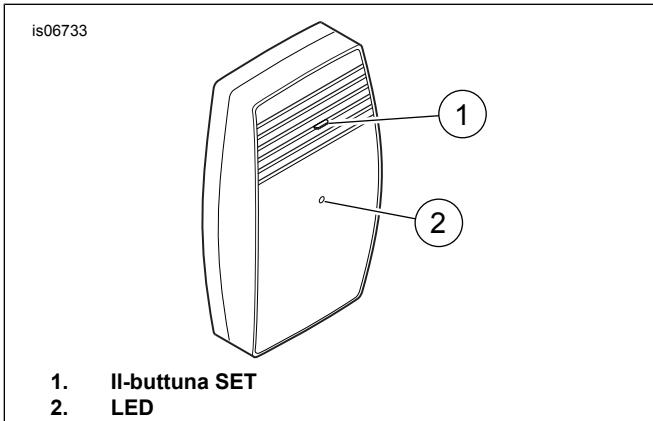

Figura 33. Ir-Riċevitħur tal-Apparat li Jiftaħ il-Bieb tal-Garaxx, kif Jidher minn Quddiem
- Ara Figura 33 . Aghħas u żomm il-buttna Set (1) fuq ir-riċevitħur tal-apparat li jiftaħ il-bieb tal-garaxx ta' Harley-Davidson. L-LED (2) itteptep kontinwament waqt li l-buttna SET tkun magħfusa.